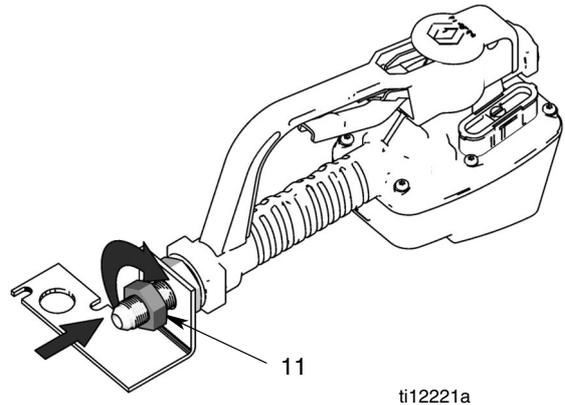

FIG. 8
- c. Installez l'écrou (11) (FIG. 8). Serrez avec les doigts.